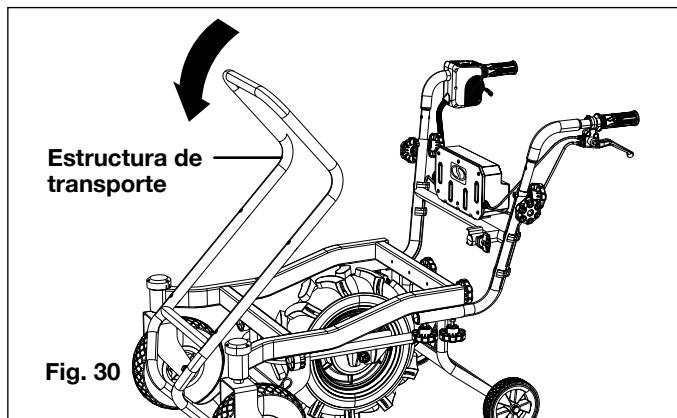

Fig. 30
2. Retire la cubeta y luego levante la estructura de transporte (Fig. 30).